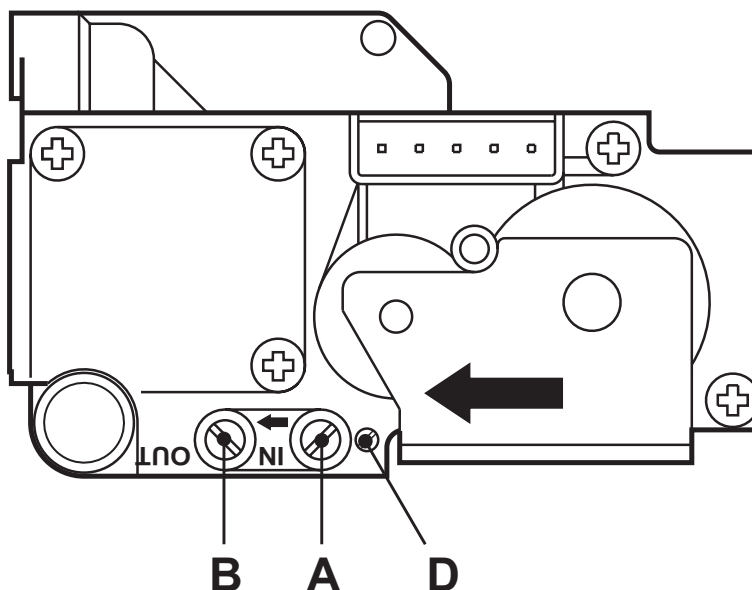

fig. 10 - Válvula de gas
- Conectar un manómetro apropiado a la toma de presión **B** fig. 10 situada aguas abajo de la válvula de gas.
- Regular la presión mínima con el tornillo "**D**" fig. 10 (girar a la derecha para disminuirla y a la izquierda para aumentarla).